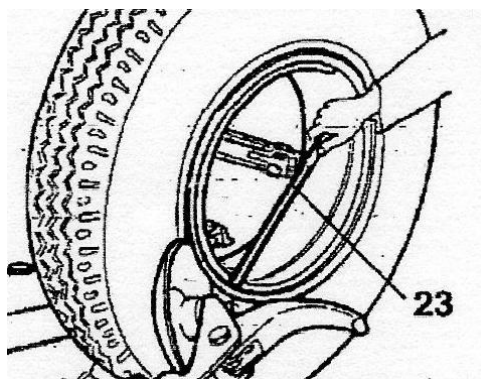

Рисунок 28
– Установите диск бортоотгибателя вровень в ободом (см. Рисунок 28).
– Повторите эту процедуру, но на этот раз поместите диск вплотную к разъёмному кольцу (см. Рисунок 28), пока высвобождается стопорное кольцо. Извлеките его с помощью специального LC-рычага (поз. 23, Рисунок 28) или с помощью диска.
- Повторите эту процедуру, но на этот раз поместите диск вплотную к разъёмному кольцу (см. Рисунок 28), пока высвобождается стопорное кольцо. Извлеките его с помощью специального LC-рычага (поз. 23, Рисунок 28) или с помощью диска бортоотгибателя.